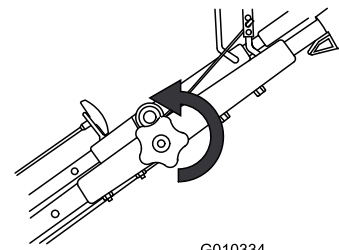

Figura 16
1. Afloje el pomo del manillar superior (Figura 16).